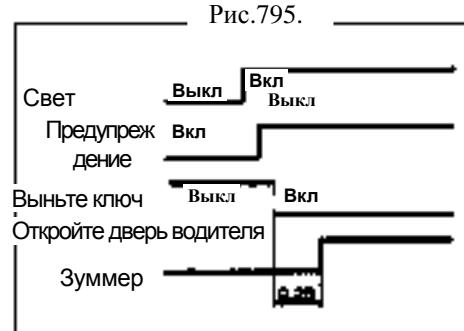

Рис.795.
- (1) Включите передний свет, выньте ключ, откройте дверь водителя и проверьте зуммер(рис.795).